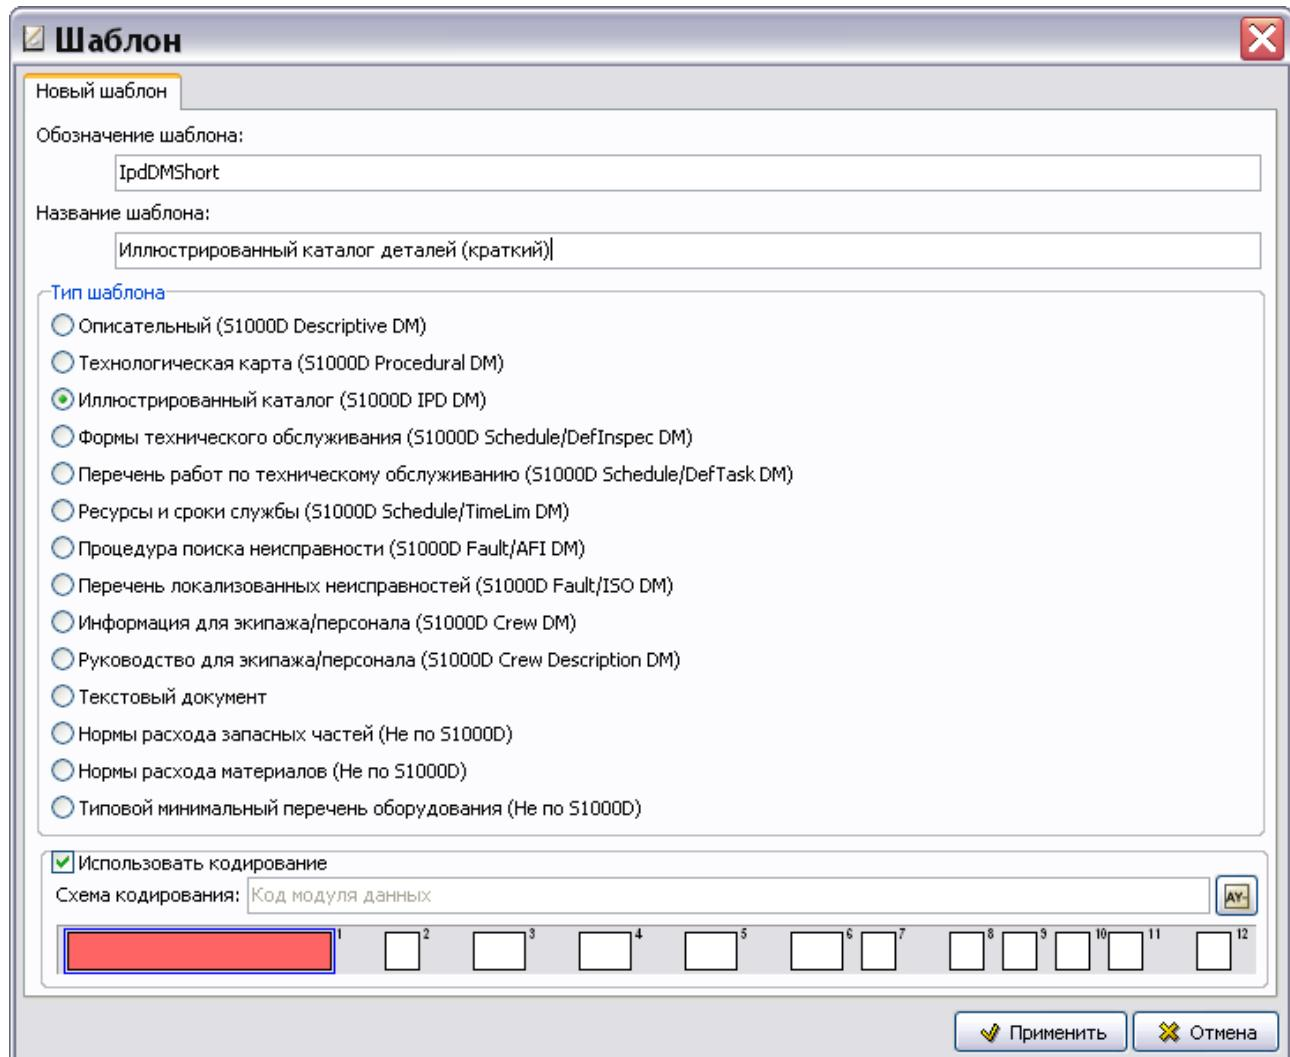

Рис. 3.14
2. В диалоговом окне **Шаблон** введите обозначение шаблона – «IpDDMSShort» и название – «Иллюстрированный каталог деталей (краткий)» (Рис. 3.14).